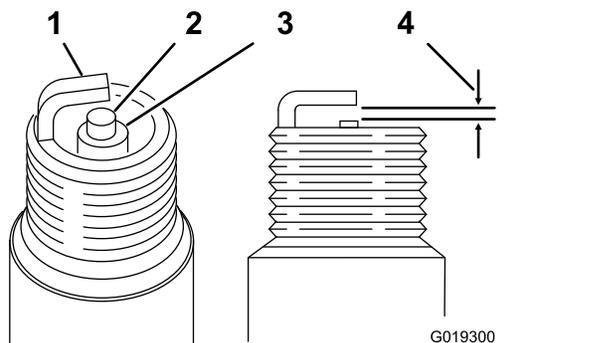

Figura 27
- Verificate che la candela non presenti usura o danni (Figura 27).
- Verificate la distanza tra le candele con una sezione di cavo (Figura 27).